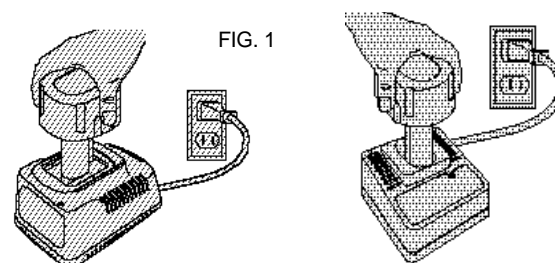

FIG. 1
Les chargeurs ne nécessitent aucun réglage et ils sont conçus pour être des plus simples à utiliser. Il suffit d'insérer l'ensemble de piles dans le creux de chargement d'un chargeur branché (fig. 1) et l'ensemble est automatiquement chargé.
2. Insérer l'ensemble de piles dans le chargeur (fig. 1) en s'assurant que l'ensemble repose à fond dans le chargeur. Le témoin rouge (de chargement) clignote continuellement pour indiquer le début du processus de chargement.
2. Insérer l'ensemble de piles dans le chargeur (fig. 1) en s'assurant que l'ensemble repose à fond dans le chargeur. Le témoin rouge clignote et le chargeur émet un timbre sonore pour indiquer le début du processus de chargement.